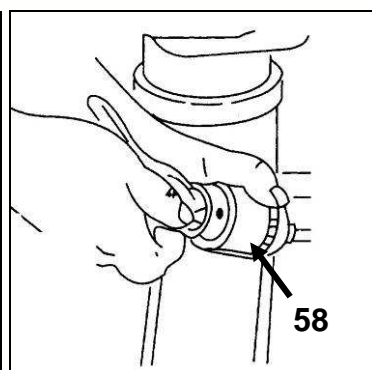

Fig 22
- Nettoyez soigneusement le cône intérieur du mandrin (58) et l'arbre porte-mandrin (59) avec un chiffon sec (Fig 22). Veillez à ce que les surfaces d'appui soient parfaitement propres pour assurer une bonne assise et éviter ainsi les vibrations.